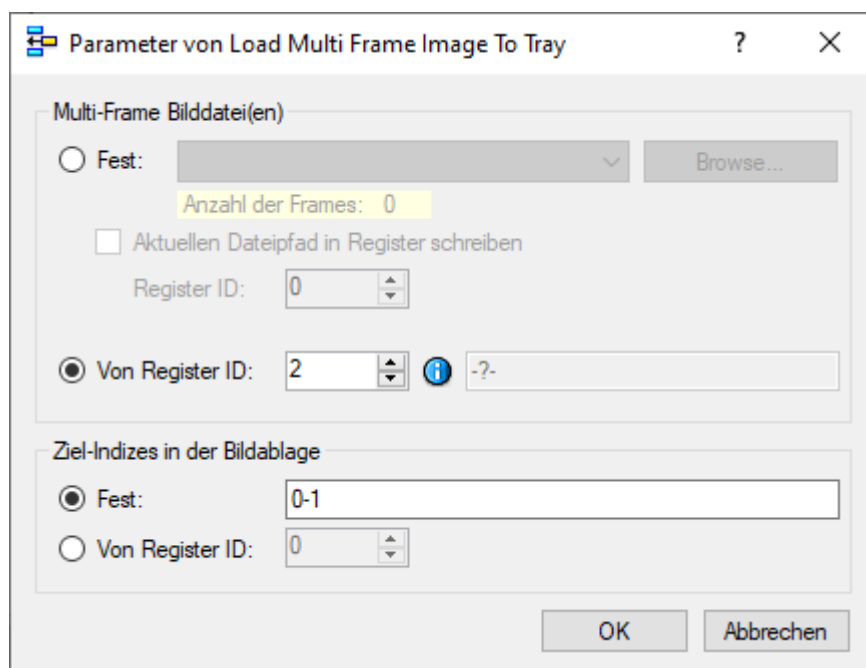

Abbildung 2: Load Multi Frame Image to Tray
- b. In der „Offline Bildaufnahme“ muss ein Prüfschritt vom Typ „Bild aufnehmen“ konfiguriert sein, der eine Bildaufnahme bei der virtuellen Kamera durchführt. Im aktiven Offline Mode wird so bei jeder Bildaufnahme der Pfad der aktuellen Datei ins Register 2 geschrieben. Anschließend werden mit dem Prüfschritt „Load Multi-Frame Image to Tray“ des Plug-Ins „PI\_ImageTools“ alle Ebenen dieser Datei in die NeuroCheck Datenablage kopiert (siehe Abbildung 2).